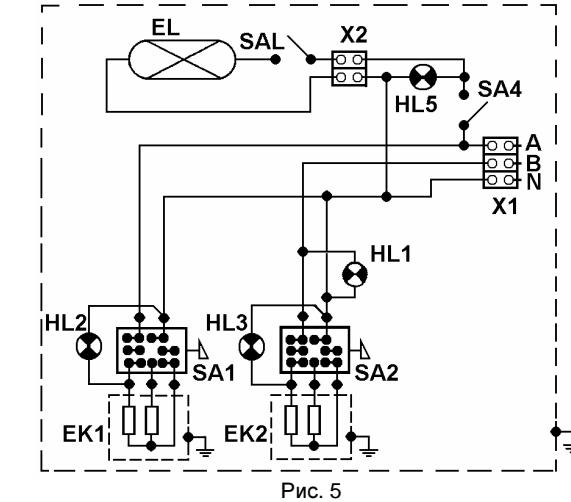

Рис. 5
8.5 Схема электрическая принципиальная приведена на рис. 5.
жимам промежуточной клеммной колодки (Х2, см. рис.5);